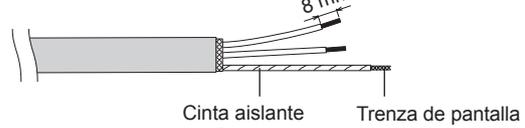

Fig. 1-5
- (3) Extraer el recubrimiento del conductor de señal. Fig. 1-5